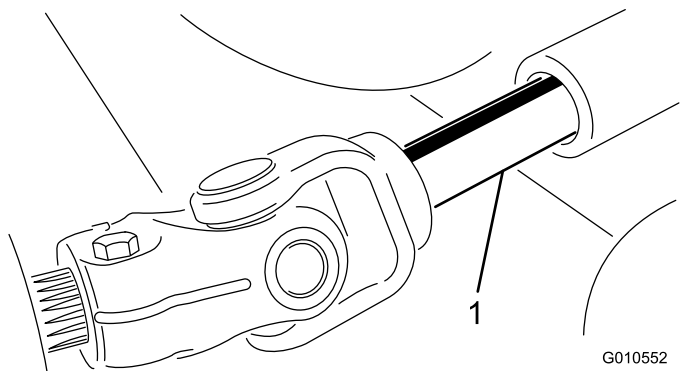

图 25
3. 将 PTO 公轴滑入 PTO 母轴图 25。
3. 将滚刀组滚离主机分开 PTO 轴的公轴和母轴部分图 25。